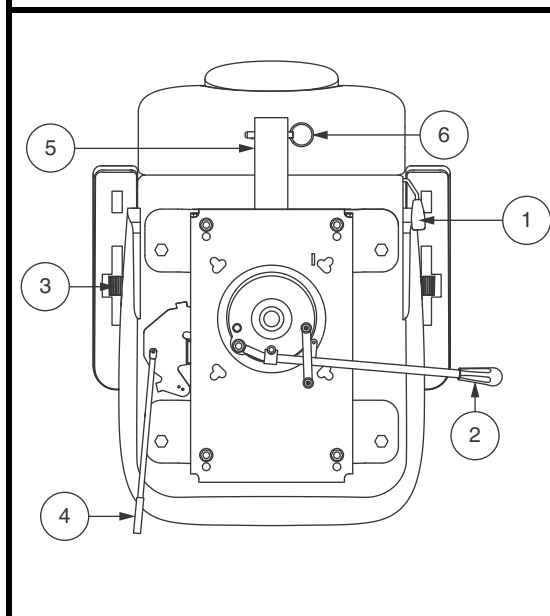

Figura 16. Regolazioni del sedile - Stile B
Per regolare il sedile reclinabile dello scooter, osservare questi passaggi. **Vedere figura 16.**
1. Tirare verso l'esterno la leva scorrimento sedile. **Vedere figura 16.**
La staffa accessoria montata posteriormente consente di collegare un accessorio personale come un cestino, un porta-deambulatore o una qualsiasi elemento alla parte posteriore dello scooter. Utilizzare il perno di fermo per fissare saldamente l'oggetto alla staffa accessoria. **Vedere figura 16.** Per dettagli rivolgersi al fornitore autoizzato.